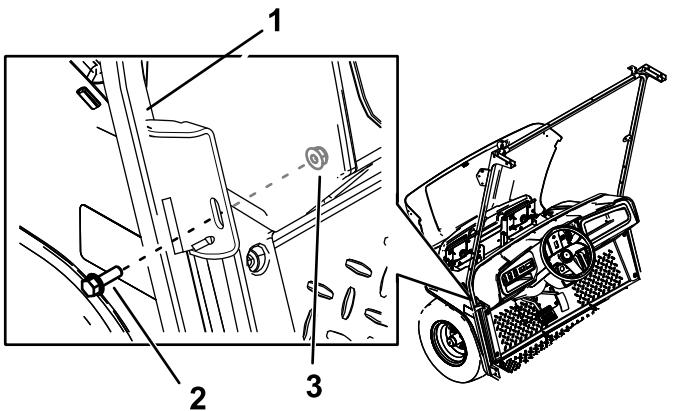

Figura 31
3. Prenda o suporte do meio dos suportes do limpador para-brisa esquerdo e direito à máquina utilizando 2 parafusos flangeados sextavados (5/16 x 1 pol.) e 2 porcas (5/16 pol.) nos furos que realizou (Figura 31).